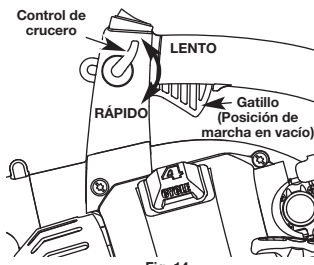

Fig. 14
- Una vez que el motor haya arrancado y esté caliente, oprima el gatillo para acelerar la unidad según sea necesario (Fig. 14).
- Para períodos de funcionamiento más prolongados y para eliminar la posibilidad de fatiga en el dedo, mueva el control de crucero hacia la posición RÁPIDO para aumentar poco a poco o mantener la velocidad del motor de la unidad (Fig. 14). Cuando se oprima el control de crucero, el gatillo retrocederá hacia la manija.
- Para disminuir la velocidad del motor, mueva el control de crucero hacia la posición LENTO y el gatillo regresará a la posición de marcha en vacío (Fig. 14).